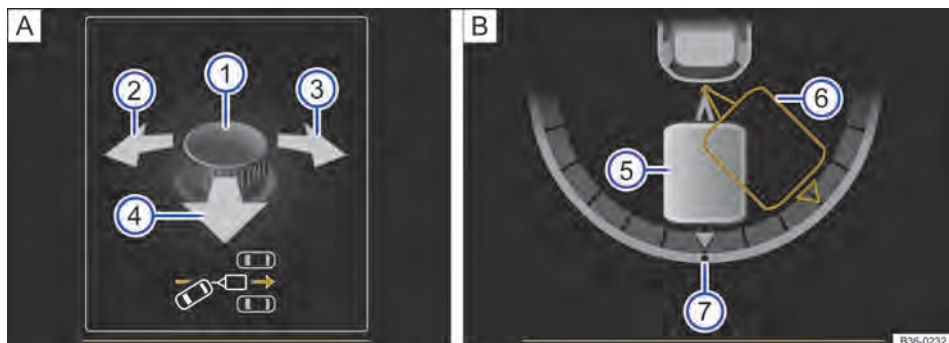

Fig. 155 No display do instrumento combinado, comandar o assistente de manobras do reboque: **A** ajustar ângulo; **B** Conduzir em marcha a ré.
Legenda para Fig. 155:
- Bascular o botão rotativo, até atingir a posição desejada. No display do instrumento combinado, para orientação, aparece uma representação do conjunto na posição atual → Fig. 155 **B**.